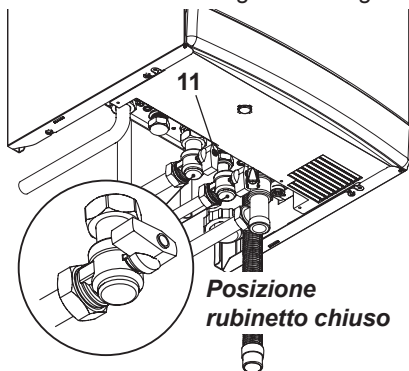

Fig. 6.2
- Richiudere il rubinetto gas 11 in Fig. 6.2.